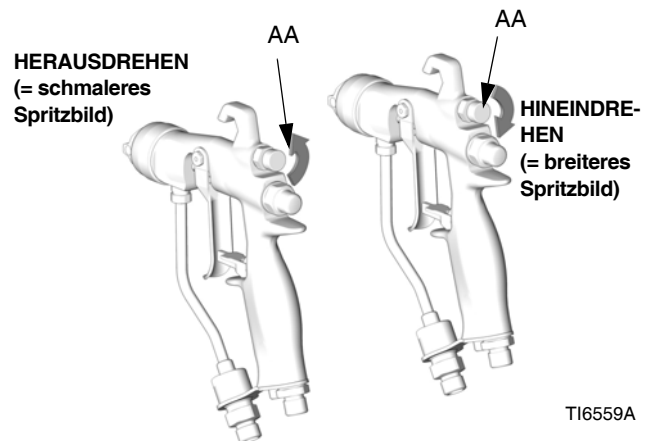

ABB. 6. Spritzbildeinstell-Luft-Knopf
- Siehe ABB. 6. Die Steuerluft zur Musteranpassung durch vollständiges Drehen des Knaufs (AA) im Uhrzeigersinn abriegeln. Dadurch wird die Pistole auf das breiteste Spritzbild eingestellt.